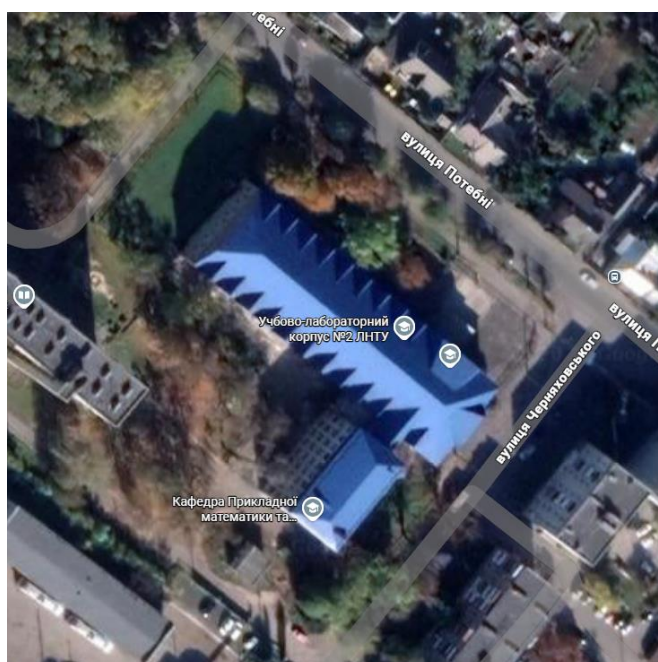

Рисунок 7.1 – План території 2 корпусу ЛНТУ
1. Завантажити геопідкладку 2 корпусу ЛНТУ (рис. 7.1).